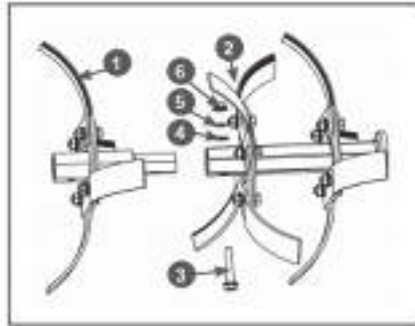

Рис. 9 Соединение основной и дополнительной секции фрезы
2.5 Соедините основную и дополнительную секции фрезы. Вставьте хвостовик дополнительной секции 1 фрезы в ось основной фрезы 2, совместите отверстия и вставьте болт 3 (Рис. 9). Затем установите плоскую шайбу 4 и пружинную шайбу 5, закрутите гайку 6 и надёжно затяните (Рис. 9).